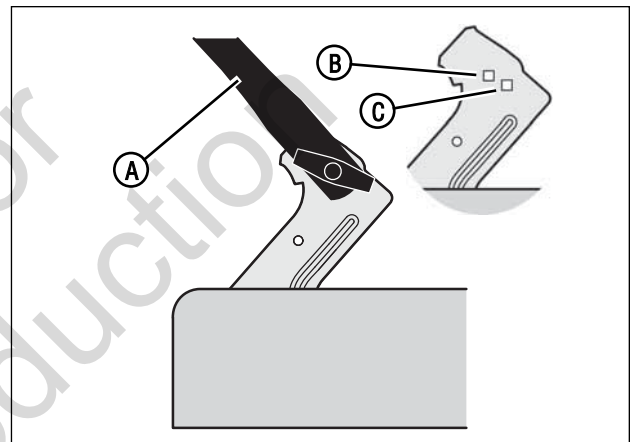

Figura 5a: Posiciones del asidero (los modelos M2255, NM2255, MP2265 y NMP2265)
2. Monte el asidero inferior (A, Figura 5a) en la orificio baja (C).